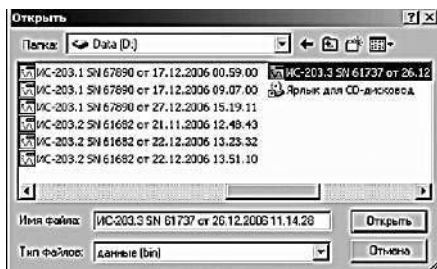
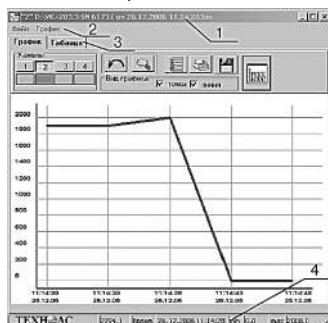

рис.17
рис.18
2) В окне располагаются 2 кнопки. Кнопка «Открыть файл», открывает файл с расширением *.bin и строит график на основе данных файла. При ее нажатии открывается диалог (рис.17), где выбирается необходимый файл для просмотра. Нажать на кнопку «Открыть», в результате выводится окно с соответствующим графиком (рис.18).
3) Открыть выделенный файл. На экране появится окно, приведенное на рис.18, где: